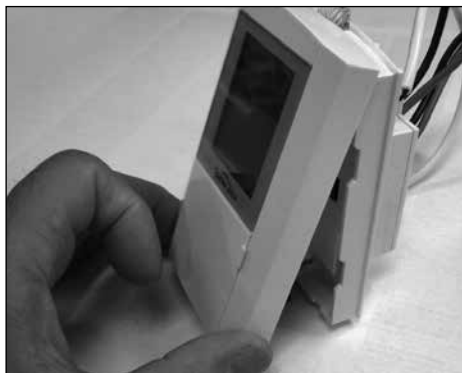

Figura 3
2. Afloje los tornillos de la cubierta y empujela suavemente por detrás con ayuda del destornillador, consulte la figura 3.